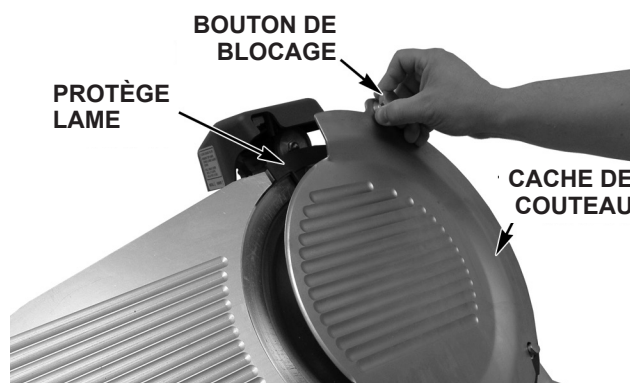

Fig. 21
- Placez le cache du couteau (Fig. 21) sur les deux axes de guidage du bas et abaissez le bouton de blocage jusqu'à ce que l'aimant maintienne le cache du couteau en place.